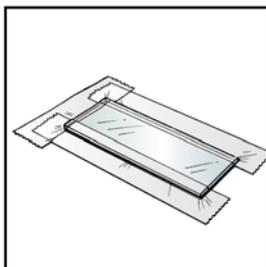

Abb. 1
- 2) Platten mit Titandioxid bestreichen.** Eines der Plättchen wird mit Tesafilm zuerst an den beiden langen und dann an einem der kurzen Ränder (Abb. 1) sorgfältig und blasenfrei abgeklebt.